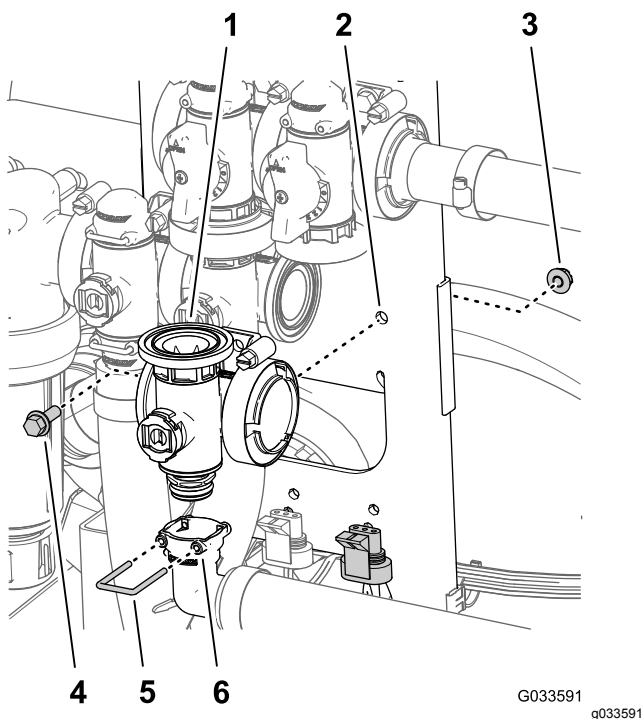

Figura 115
2. Rimuovete il fermo che fissa il raccordo di uscita a 90° al connettore del collettore per la valvola principale delle barre (Figura 115).
3. Rimuovete il bullone a testa flangiata (1/4" x 3/4") e il dado di bloccaggio flangiato (1/4") che fissano la valvola principale delle barre al supporto della valvola e rimuovete il collettore della valvola dalla macchina (Figura 115).